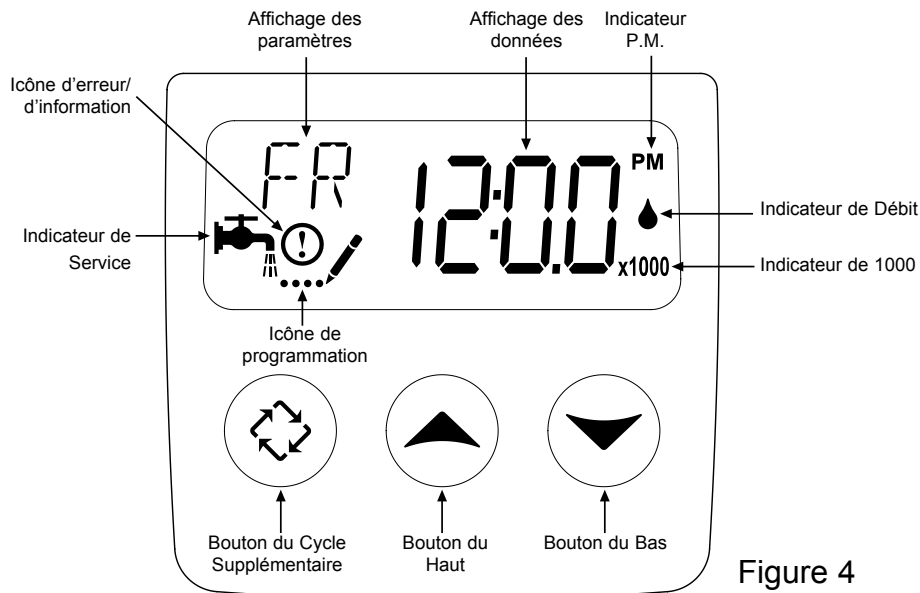

Figure 4
8. Brancher le transformateur de 24-volt dans une prise de 120 VAC 60 Hz. Cette soupape a quatre positions: 1) Brine/slow rinse 2) Backwash 3) Rapid Rinse et 4) Brine Refill. Lorsque la valve est en position de 'Service' le bouton de cycle supplémentaire (bouton situé à la gauche voir figure 4) doit être pressé et retenu pendant 5 secondes pour faire avancer la soupape en Position 1 - Brine/ slow rinse (1...59). Appuyer de nouveau sur le bouton du cycle supplémentaire pour faire avancer la soupape en Position 2 - Backwash (2...9). Lentement ouvrir l'alimentation d'eau pour que l'appareil fasse son contrecourant ce qui éliminera l'air du réservoir et nettoiera le système.